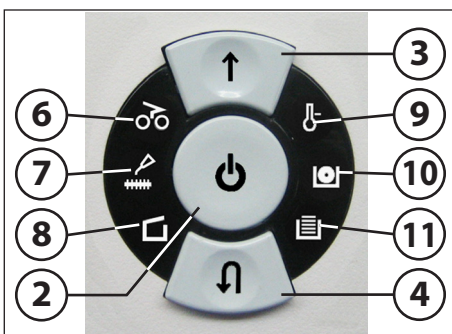

fig. 1
- 4 = Touche de marche arrière (fig. 1)**
- 6 = Voyant de contrôle (fig. 1)**
7 = Voyant de contrôle (fig. 1)